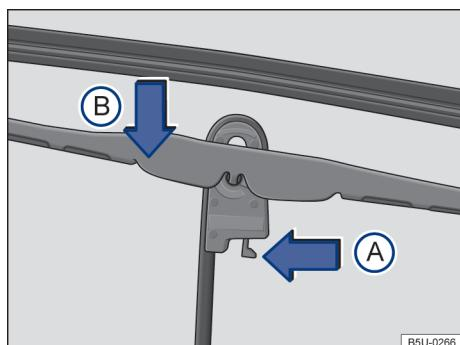

Fig. 106 Substituir as palhetas dos limpadores do para-brisa.
- Colocar a palheta em uma posição perpendicular em relação ao braço → Fig. 106.
- Apertar a trava de segurança no sentido da seta ④.
- Desencaixar a palheta no sentido da seta ⑤, deslocar no sentido oposto ao braço do limpador e remover no sentido oposto ao da seta ⑥.